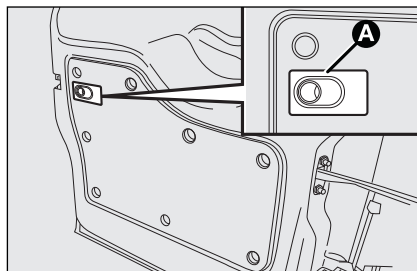

fig. 79
- ☐ bedien het mechanisme **A-fig. 79** aan de binnenzijde van de rechter achterdeur;